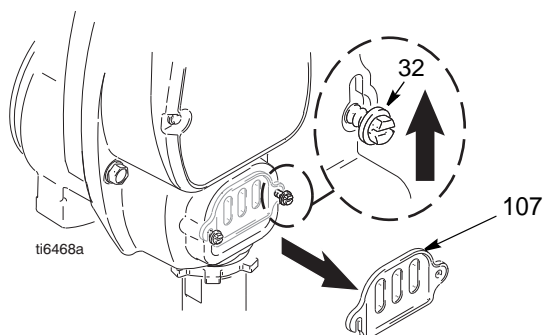

FIG. 15
4. FIG. 15. Lossa de två skruvarna (32) och ta bort pumpstängskåpan (107).